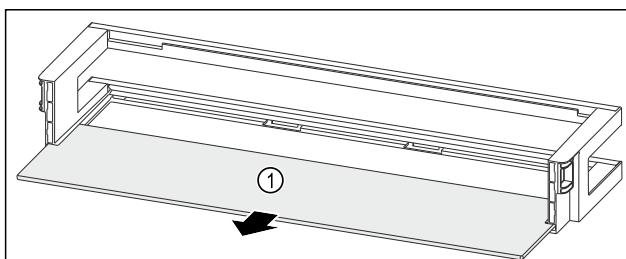

Fig. 95 Balconnet de contre-porte avec tablette de rangement
- ▶ Retirer la tablette de rangement Fig. 95 (1).